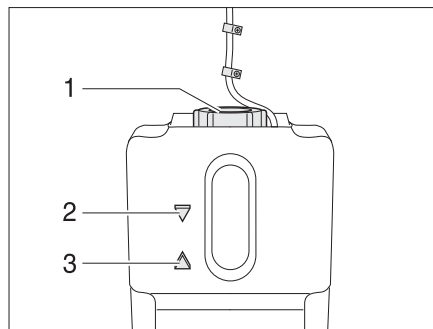

Fig. 163 Vase d'expansion pour le chauffage à eau chaude
- Contrôler si le liquide se trouve entre les marques "MIN" (Fig. 163,3) et "MAX" (Fig. 163,2) sur le vase d'expansion (Fig. 163).
- Ouvrir le bouchon du vase d'expansion (Fig. 163,1).